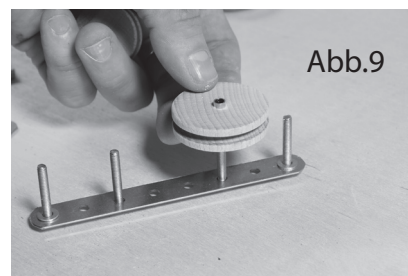

Abb.9
9. Das große Rad nach Abb. 9 auf der Schraube platzieren.